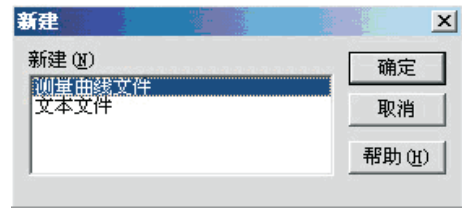

图 16
- E、新建对话框内有两种模式供你选择：测量曲线文件和文本文件（如图16）；